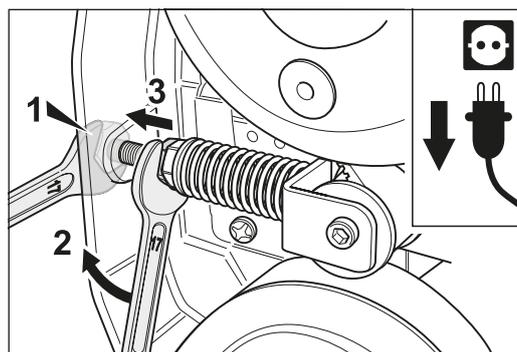

Fig. 37 Desenrosque la contratuerca hasta la pared de la carcasa.
- 7 Afloje ahora la contratuerca (AB 17) en el tensor de la correa dentada y desenrosque a la pared de la carcasa (Fig. 37).